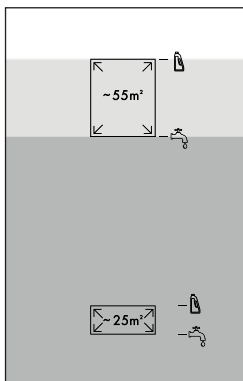

Rys. 7
- ♦ Odwróć zbiornik czystej wody **11** i odkręć pokrywę (patrz rys. 7).